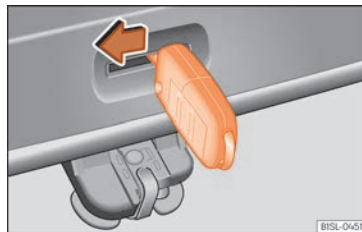

Abb. 75 Im Gepäckraum: Notentriegelung der Heckklappe.
- Schlüsselbart in die Öffnung in der Heckklappe »» **Abb. 75** stecken und Entriegelungshebel in Pfeilrichtung drücken, um die Heckklappe zu entriegeln.